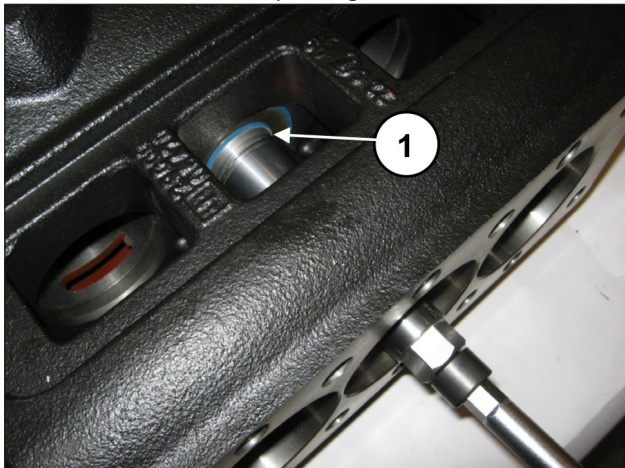
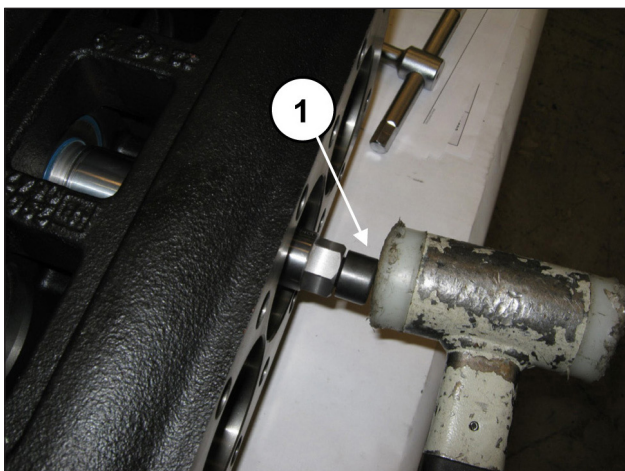

Fig. 34
Fig. 35
Insérer l'outil entre la tige et la lèvre du joint d'huile (rep. ①, Fig. 34) et enfoncer la partie conique dans le joint d'huile à l'aide d'un outil à inertie (rep. ①, Fig. 35).